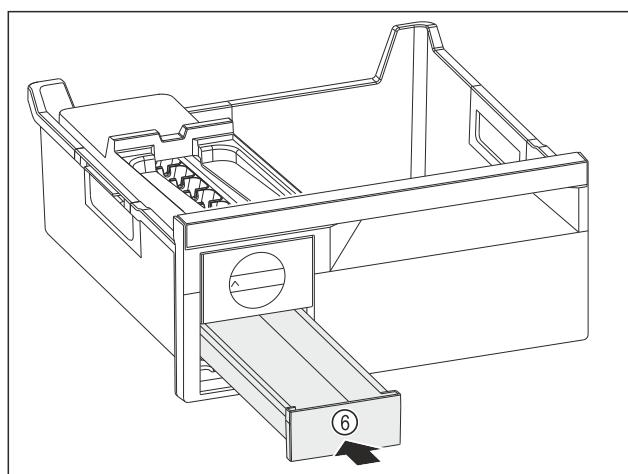

Fig. 83
- Вдавните выдвижной ящик для кубиков льда Fig. 83 (6).